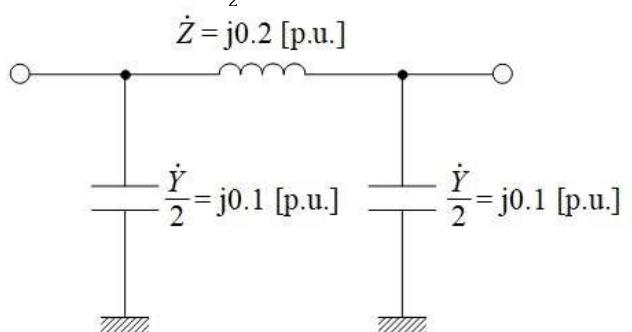

図3
となる。したがって、 $\pi$ 形等価回路はワンポイント解説「3.  $\pi$ 形等価回路とT形等価回路」の通り図3のように描け、直列インピーダンス  $\dot{Z} = j0.2$  [p.u.]、並列アドミタンス  $\frac{\dot{Y}}{2} = j0.1$  [p.u.] と求められる。
**(2)  $\dot{V}_1, \dot{I}_1$  をそれぞれ  $\dot{V}_2, \dot{I}_2$  で表す式**図3より  $\dot{V}_1$  は、